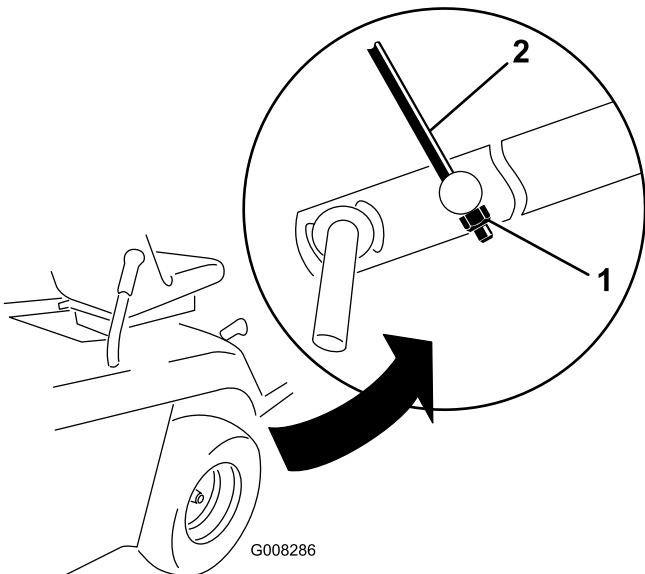

Figura 42
9. Ajuste la contratuerca M8, en el extremo de la varilla de ajuste de altura de corte, hasta que la varilla esté ligeramente tensada (Figura 42).